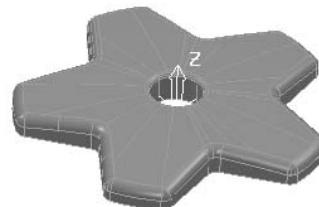

图 2-14 打开范例文件
2) 选择下拉菜单中的“文件”→“范例”命令，弹出“打开范例”对话框，选择“handle.tri”（“随书光盘:\第 2 章\exercise1\uncompleted\handle.tri”）文件，单击“打开”按钮即可，如图 2-14 所示。